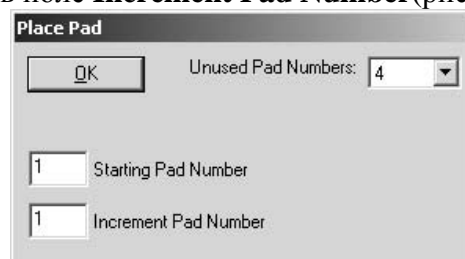

Рис. 3.4.4
- Выполнить команду **Place Pad**. В появившемся окне **Place Pad** поставить 1 в поле **Starting Pad Number** и 1 в поле **Increment Pad Number**(рис.3.4.4).